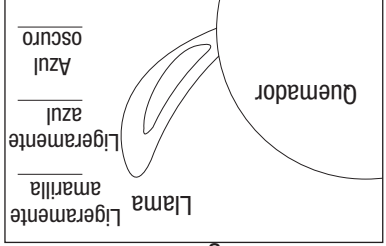

Figura 9
9. Después de encender el quemador observe su llama y asegúrese de que todos los orificios estén encendidos y que la altura de la llama corresponda a la del diagrama (vea Figura 9).